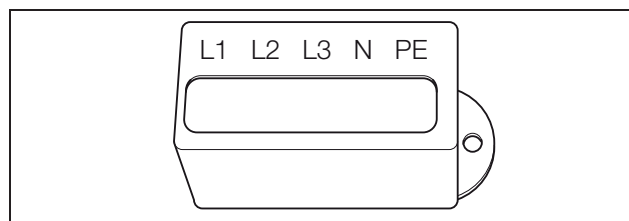

Figura 13: Cappuccio sigillante per morsetto AC
- Infilare il cappuccio sigillante (figura 13) sulla linea di alimentazione. In Italia il cappuccio sigillante è imposto per legge.